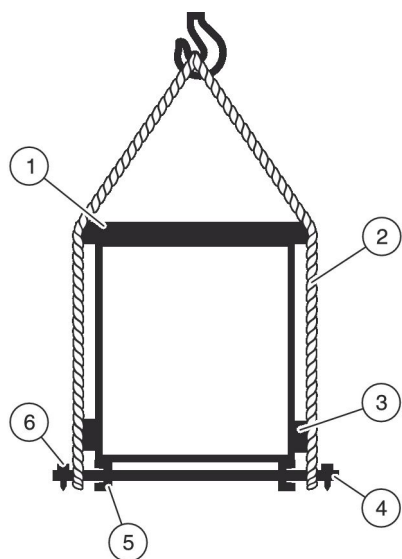

Рис. 6: Транспортировка при помощи крана и транспортировочных трубок
1. ▶ Удалите заглушки из просверленных отверстий на раме основания (Рис. 6/5) компонентов центрального кондиционера.
2. ▶ Вставьте транспортировочные трубы (Рис. 6/4) в просверленные отверстия в раме основания.
3. ▶ Закрепите петель цепи или стропы (Рис. 6/2) вокруг края трубки.
4. ▶ Закройте края разделителями для безопасности (Рис. 6/3).
5. ▶ Используйте подходящие распорки, чтобы транспортировочные цепи или стропы не запутывались вверху (Рис. 6/1).